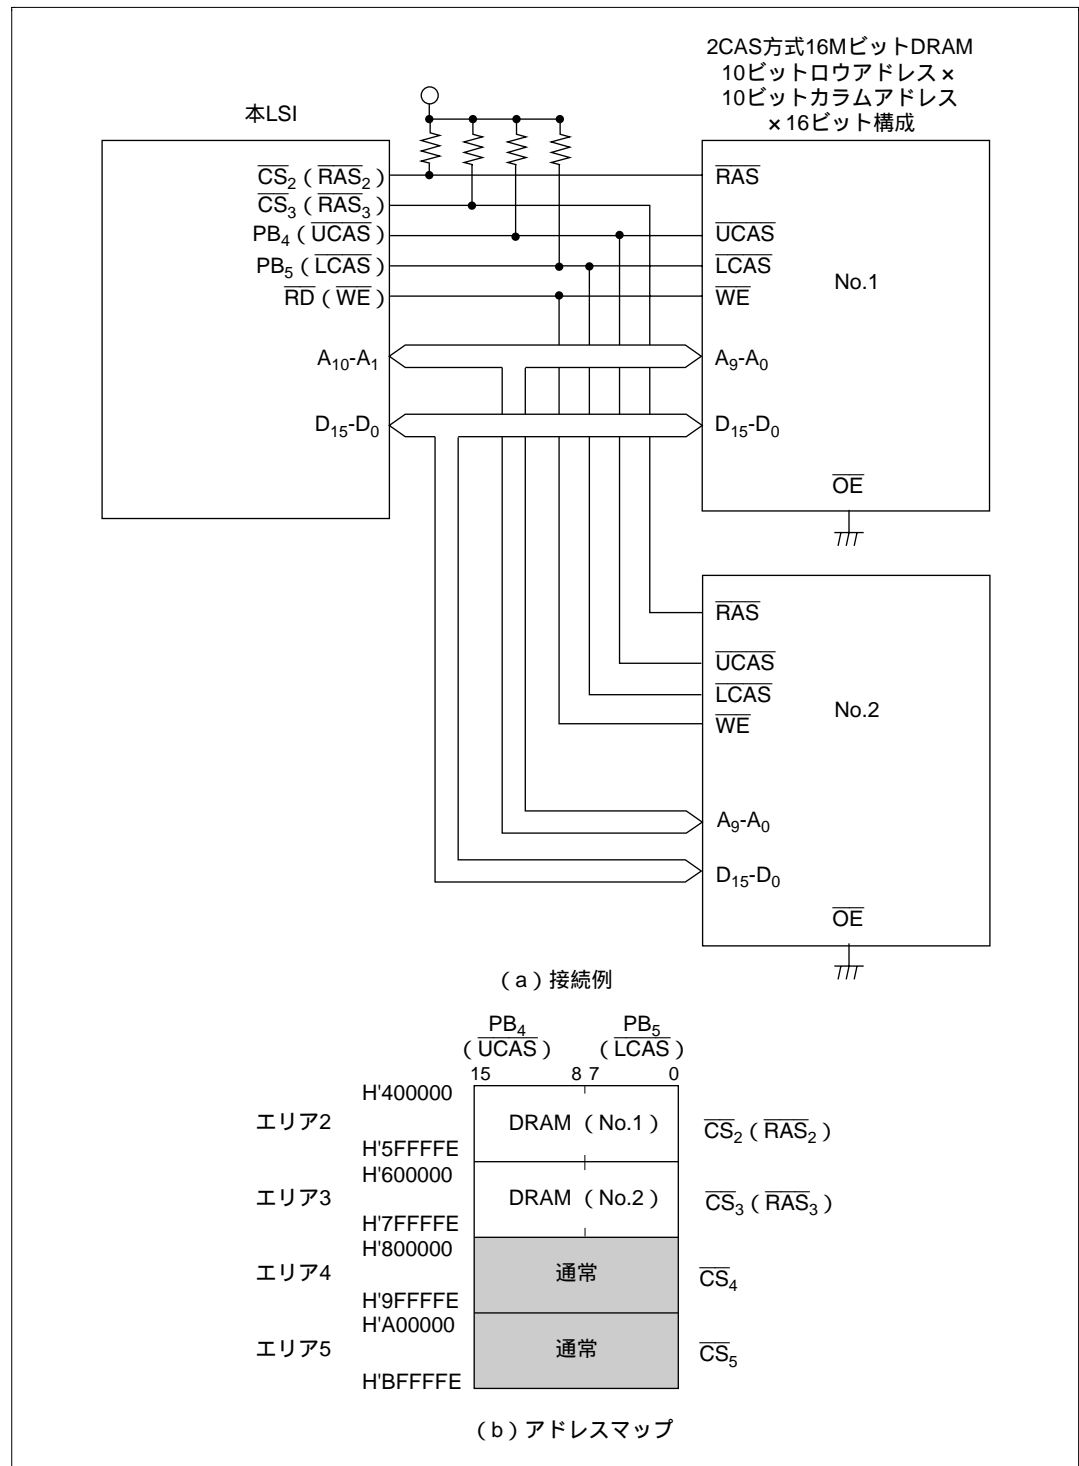

図 6.31 ×16 ビット構成(2CAS 方式)の 16M ビット DRAM の接続例とアドレスマップ
- (1) 図 6.31 に  $\times 16$  ビット構成 (2CAS 方式) の 16M ビット DRAM を 2 個使用する場合の接続例とそのアドレスマップを示します。本例では 10 ビットロウアドレス  $\times$  10 ビットコラムアドレスのタイプのものを使用しています。エリア 2~5 を DRAM 空間に設定することにより最大 4 個の DRAM を接続できます。